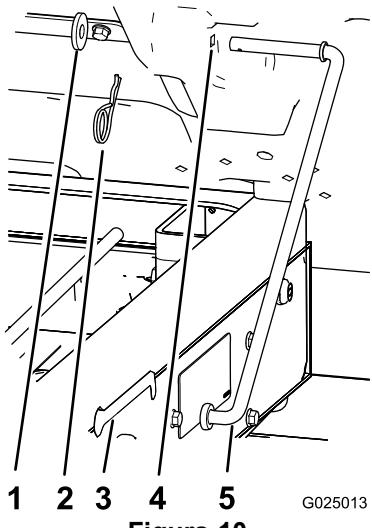

Figura 10
- Retire o gancho e anilha que prende a barra de apoio à parte inferior da caixa (Figura 10).
- Deslize a barra de apoio para a frente para a remover do suporte na estrutura (Figura 10).